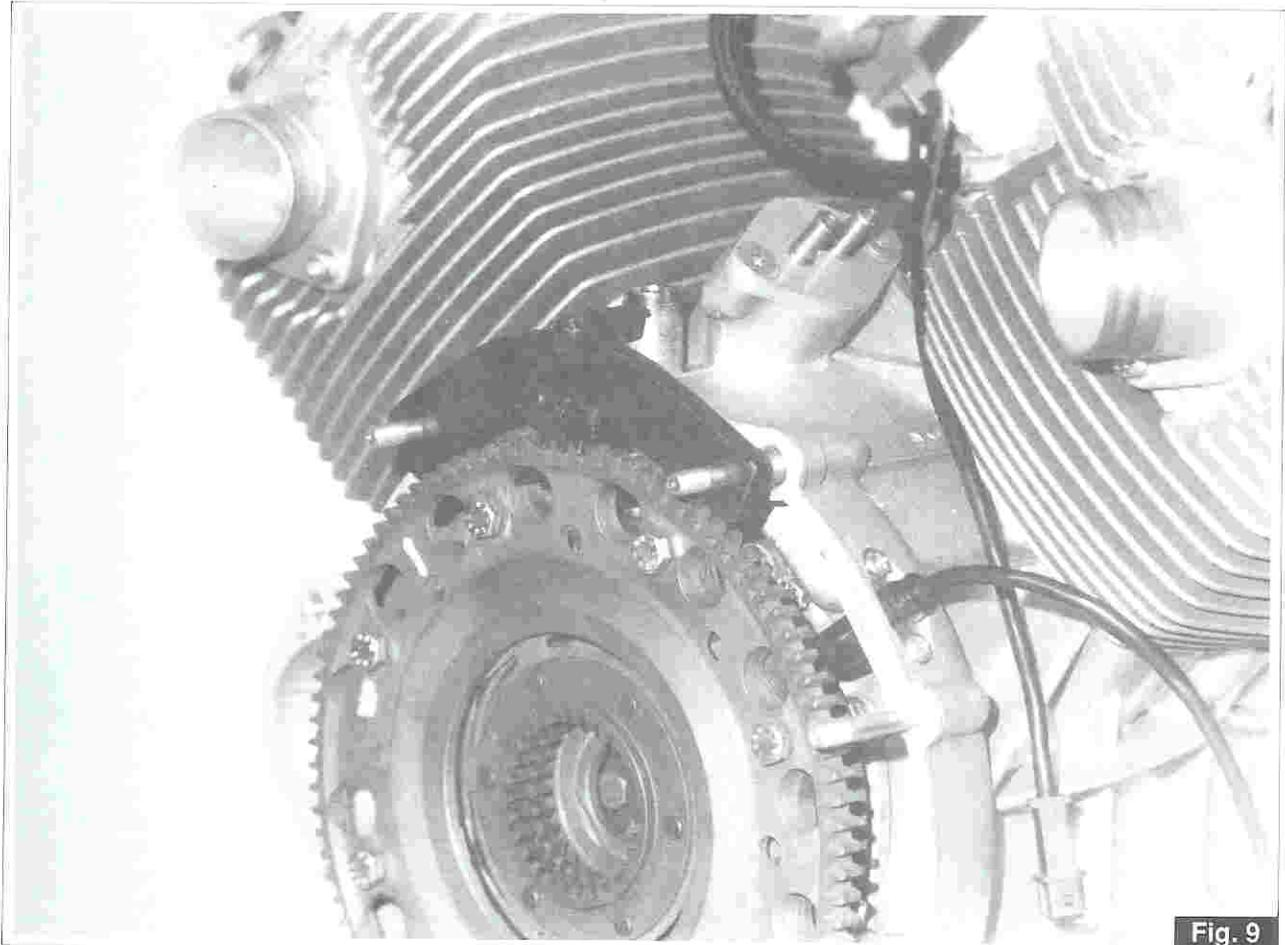

Fig. 9
– Applicando l'apposito attrezzo di tenuta cod. 12 91 18 01 bloccare l'albero motore tramite la corona di avviamento (fig. 9); allentare il dado «A» di tenuta e togliere l'ingranaggio «B» sull'albero motore (fig. 10).
– Using the appropriate seal tool cod. 12 91 18 01, lock the engine shaft by means of the starting ring gear (fig.9); loosen the seal nut «A» and remove the gear «B» from the engine shaft (fig.10).